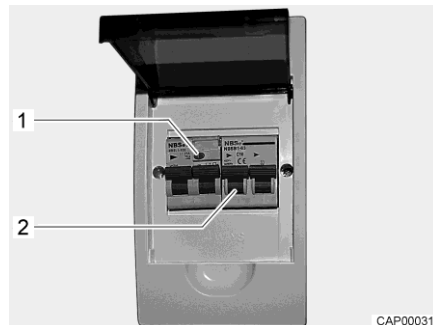

Fig. 76 Coffret de fusibles 230 V avec disjoncteur de protection de circuit et disjoncteur FI
Un disjoncteur différentiel (disjoncteur FI) dans le coffret de fusibles protège tout le véhicule contre le courant différentiel (0,03 A). Le disjoncteur de protection de circuit connecté en aval (10 A) (Fig. 76,2) protège le réseau de bord 230 V.
- Lorsque le véhicule est raccordé à l'alimentation 230 V, appuyer sur la touche de contrôle (Fig. 76,1). Le disjoncteur différentiel doit se déclencher.